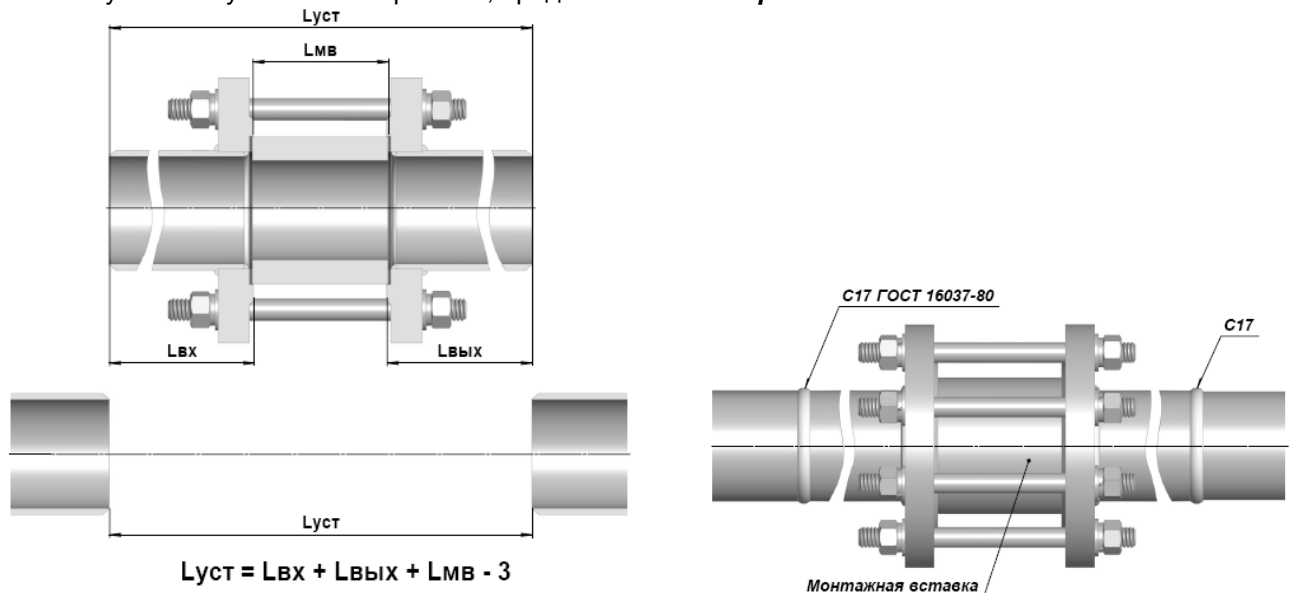

Рисунок 2.11 - Установка вставки с прямыми участками
2) Вырезать участок трубопровода длиной $L_{уст}$. (рисунок 2.11)